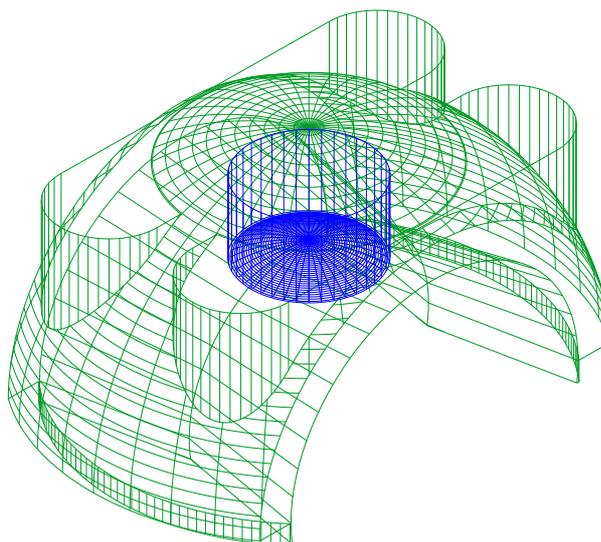

Рис. 24
- Сделать текущим слой наружной сферы (радиус 90) (рис. 24):
В ответ на следующие запросы левой кнопкой мыши выделить сферу и цилиндр (рис. 24).